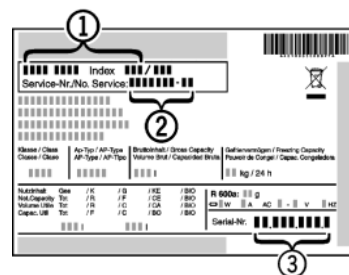

Fig. 62
- ▶ Считать обозначение устройства Fig. 62 (1), сервисный номер Fig. 62 (2) и серийный номер Fig. 62 (3) с заводской таблички. Заводская табличка находится внутри устройства слева.